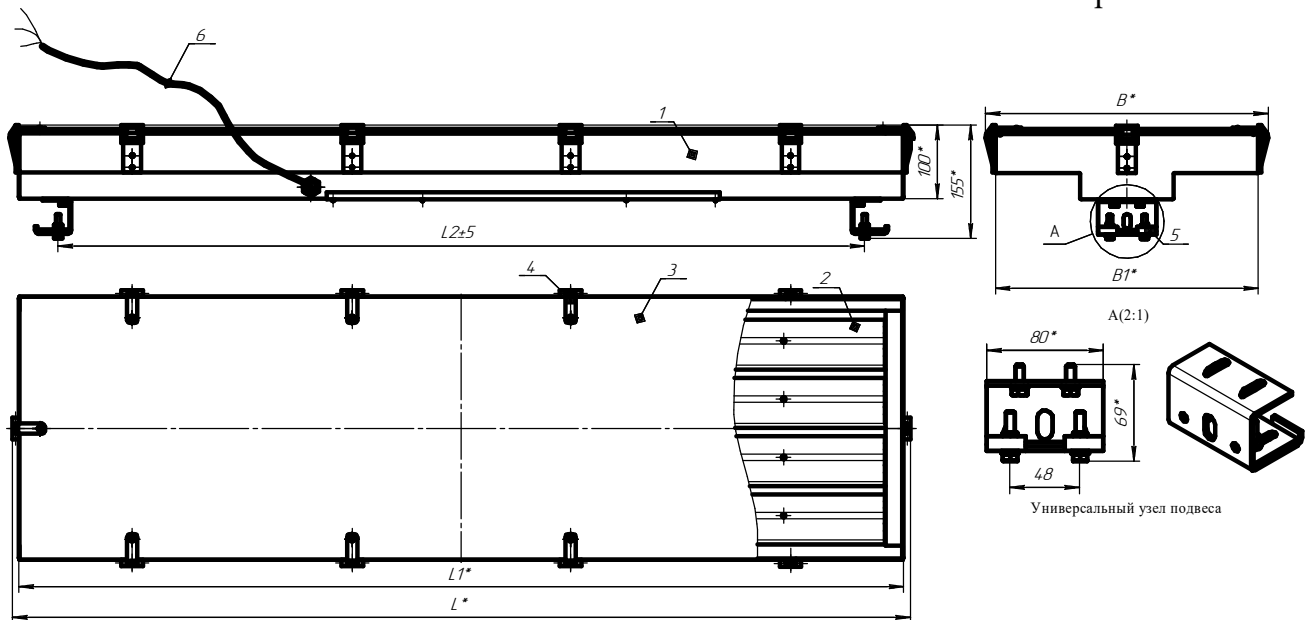

Рисунок 1
4.1 Светильник состоит из корпуса в сборе (см. Приложение А, рис.1 поз.1), в котором выполнен монтаж электрической схемы светильника рис.,3, 4; зеркальных отражателей (поз.2), стекла в сборе (за исключением св-ка серии -013), соединенное с корпусом при помощи защелок (поз.4); универсального узла подвеса (поз.5); сетевого кабеля для подключения к сети питания (поз.6)